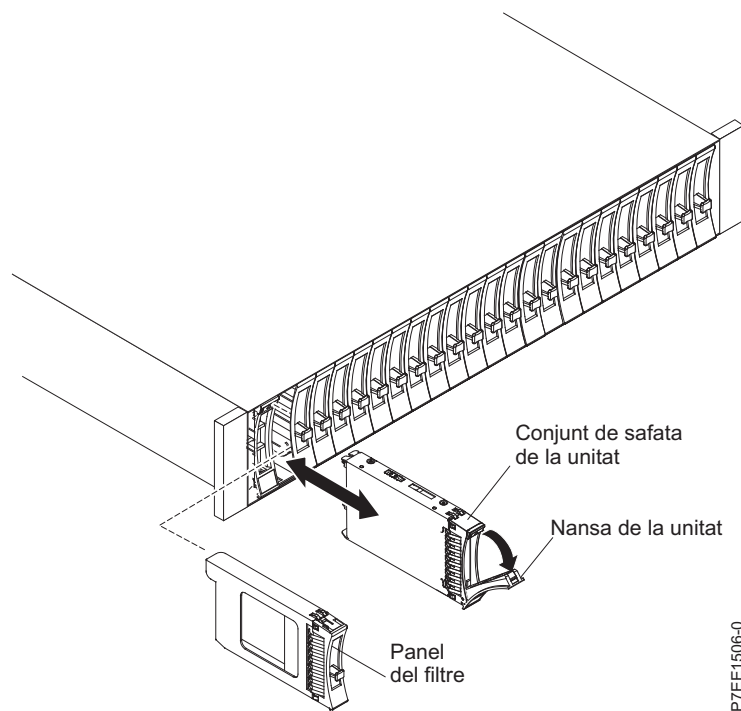

Figura 24. Extracció d'una unitat del model allotjament d'unitats de disc 5887
4. Agafeu la part frontal de la unitat i estireu-la fent-la sortir de la ranura i subjecteu bé la part inferior de la unitat, tal com es mostra a Figura 24 a la pàgina 25.